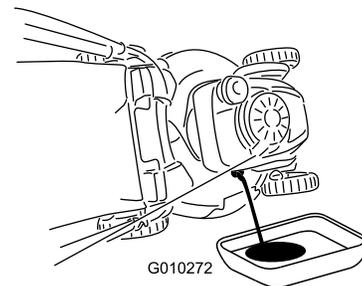

Bild 40
7. Kippen Sie die Maschine zur Seite, der Einfüllstutzen zeigt nach unten, um das Altöl über den Einfüllstutzen in eine Auffangwanne abzulassen (Bild 40).